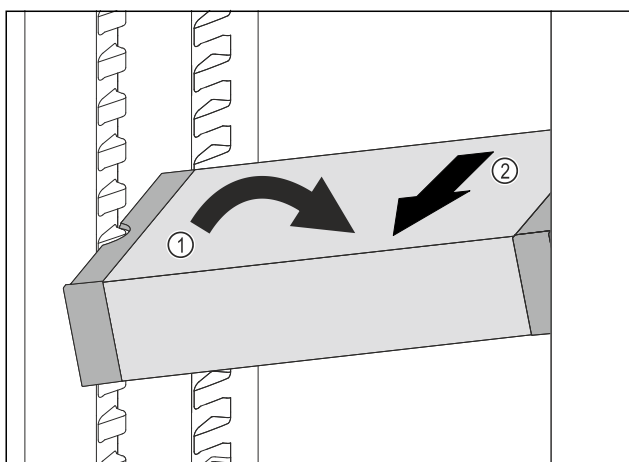

Fig. 116
- VarioSafe in het koelgedeelte schuin zetten. Fig. 116 (1)
- VarioSafe naar voren toe verwijderen. Fig. 116 (2)